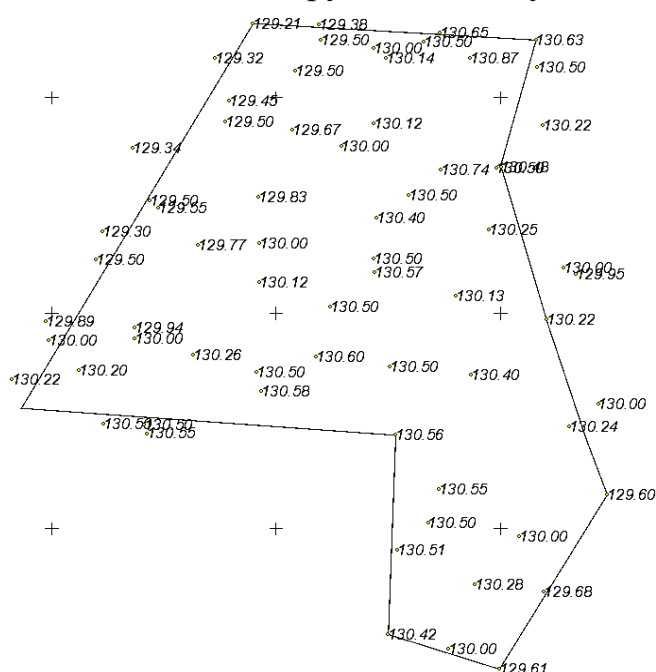

Рис. 3.15. Рельефные точки проекта
7. Аналогично предыдущему пункту создайте точки с соответствующими отметками на горизонталях. В данном случае достаточно 3–4 точки на горизонталь (рис. 3.15).